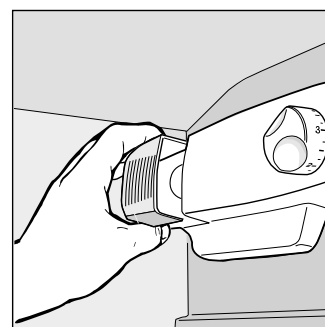

Fig. 4
- Eclairage intérieur: comment changer la lampe. Cette dernière est située dans la partie arrière de la boîte du thermostat. Pour la changer, débranchez l'appareil de la prise de courant, dévissez la lampe grillée et remplacez-la par une autre d'une puissance ne dépassant pas 15 W., procédez comme illustré figure 4.